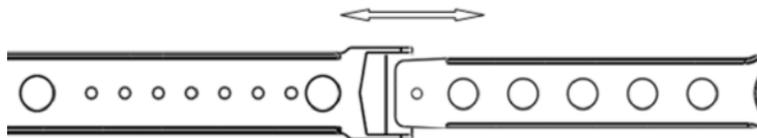

Рис. 7.2. Горизонтальная регулировка.
- **Горизонтальная регулировка системы крепления:** уменьшая или увеличивая размер ремня (См. рис. 7.2), отрегулируйте размер наголовника так, чтобы глаза сварщика находились в средней части светофильтра.